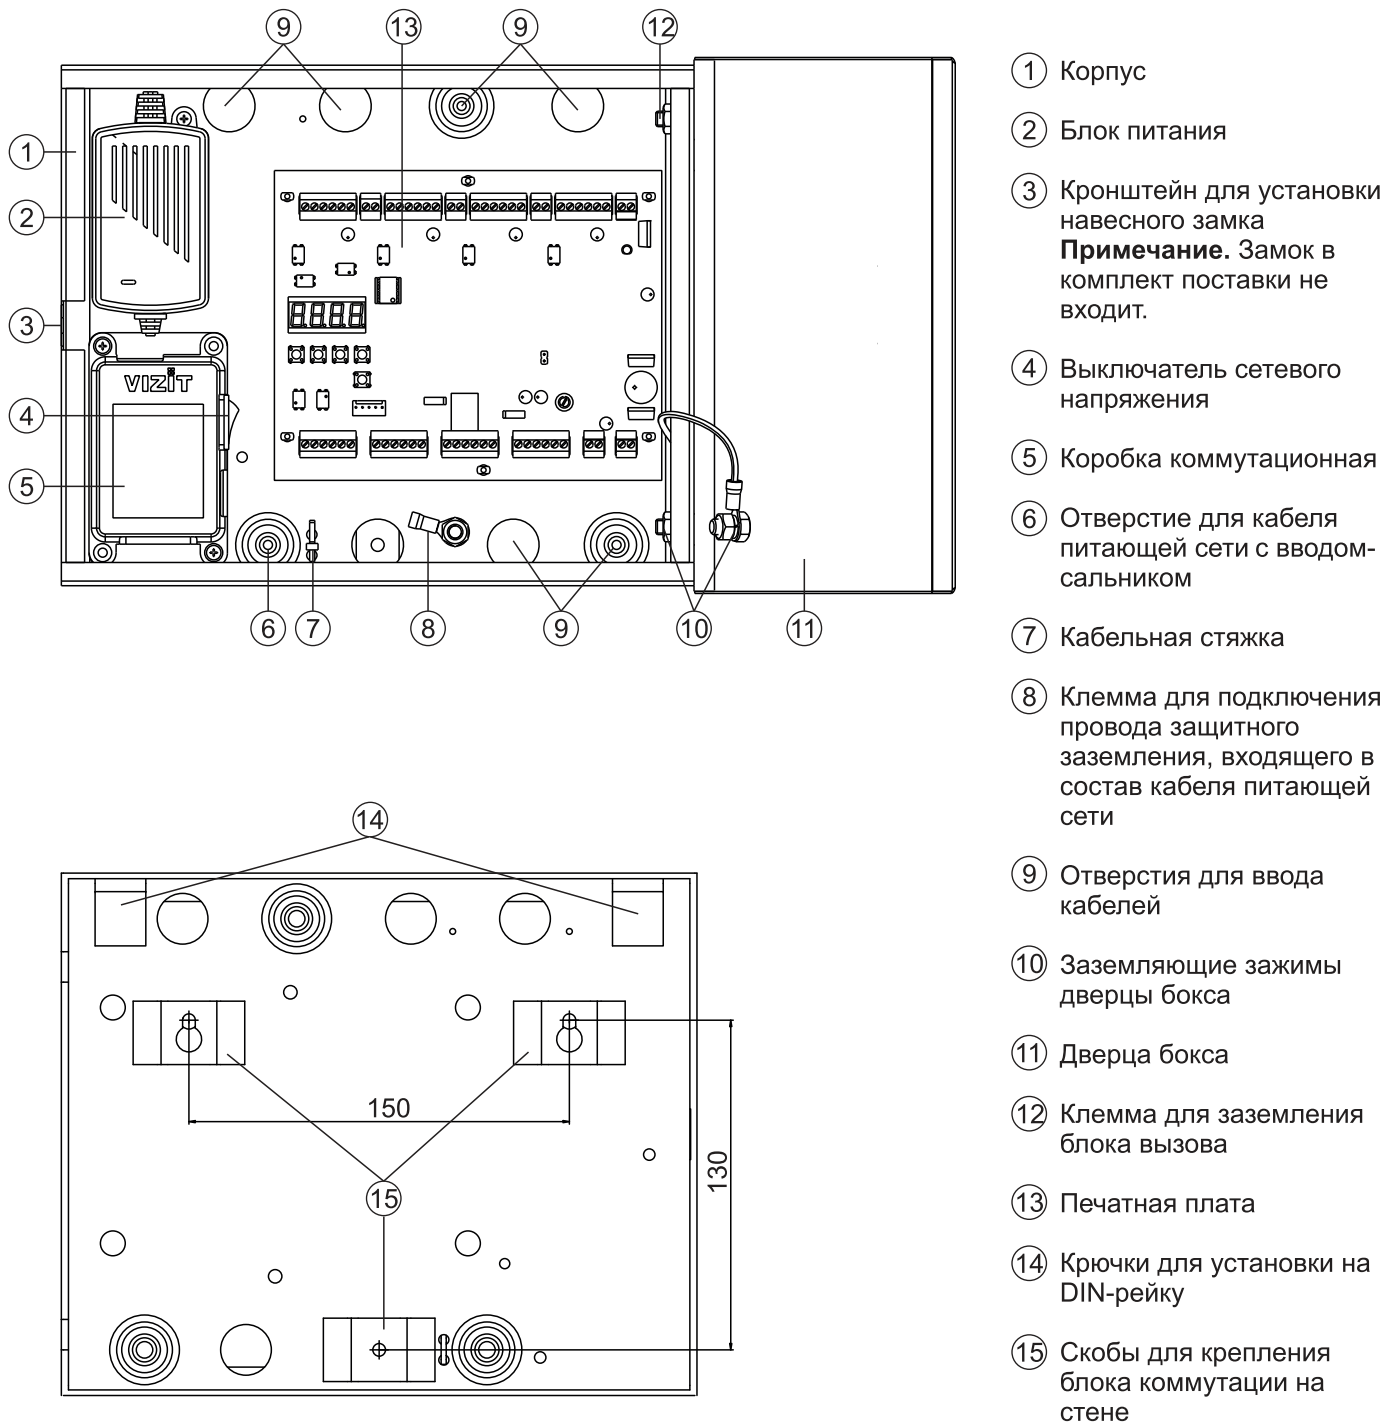

Рисунок 1 - Внешний вид и установочные размеры блока коммутации
Для крепления на стене используются скобы (15) (см. рисунок 1) на задней стенке бокса, а также шурупы 4x40 и дюбели 6x40 из комплекта поставки.
- Заведите кабель (1) внутрь блока коммутации через кабельный ввод-сальник (2).
- Снимите крышку коммутационной коробки (3) и подключите фазный и нулевой проводники к клеммам (4). Установите крышку на место.
- Подключите защитный проводник к клемме защитного заземления (5). Защитный провод соединяется с кабельным наконечником методом опрессовки опрессовочными клещами.
- Зафиксируйте кабель питающей сети кабельной стяжкой (6) .
- Заведите кабели в отверстия (9) блока коммутации (см. рисунок 1).